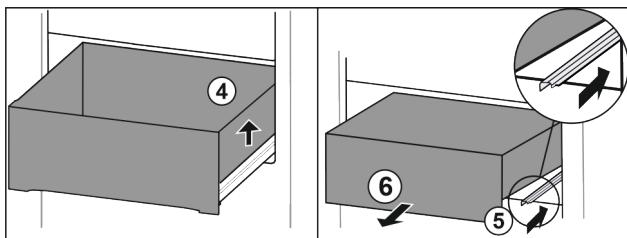

Fig. 14*
- Nadvihnite zásuvku doprava Fig. 14 (4).*
- Zasuňte pravú koľajničku Fig. 14 (5).*
- Odoberte zásuvku dopredu Fig. 14 (6).*